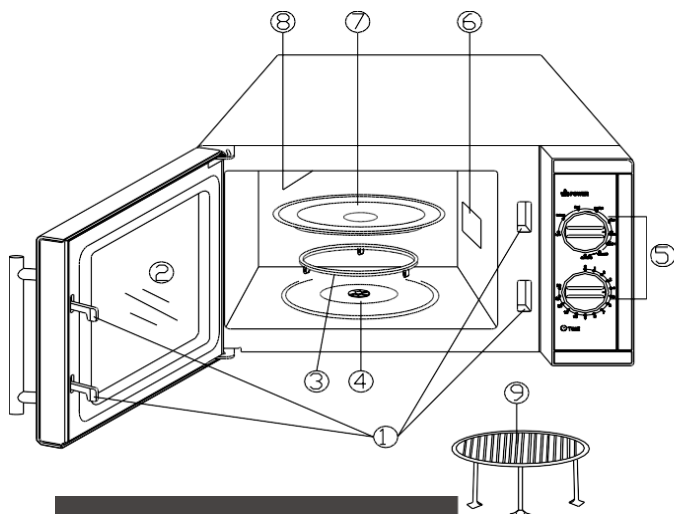

Рис.1. Основные узлы оборудования
2. Откройте дверцу, установите в рабочее положение кольцо с роликами (3, рис.1) и стеклянное блюдо (7, рис.1). Поставьте контейнер с пищей на стеклянное блюдо и закройте дверцу.